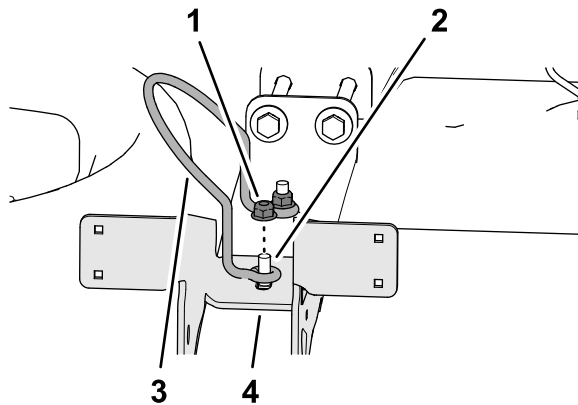

図 15
4. ステップ1で外したタンクのふたのストップとフランジロックナット2個を、上側キャリッジボルト2本に取り付ける 図 15。